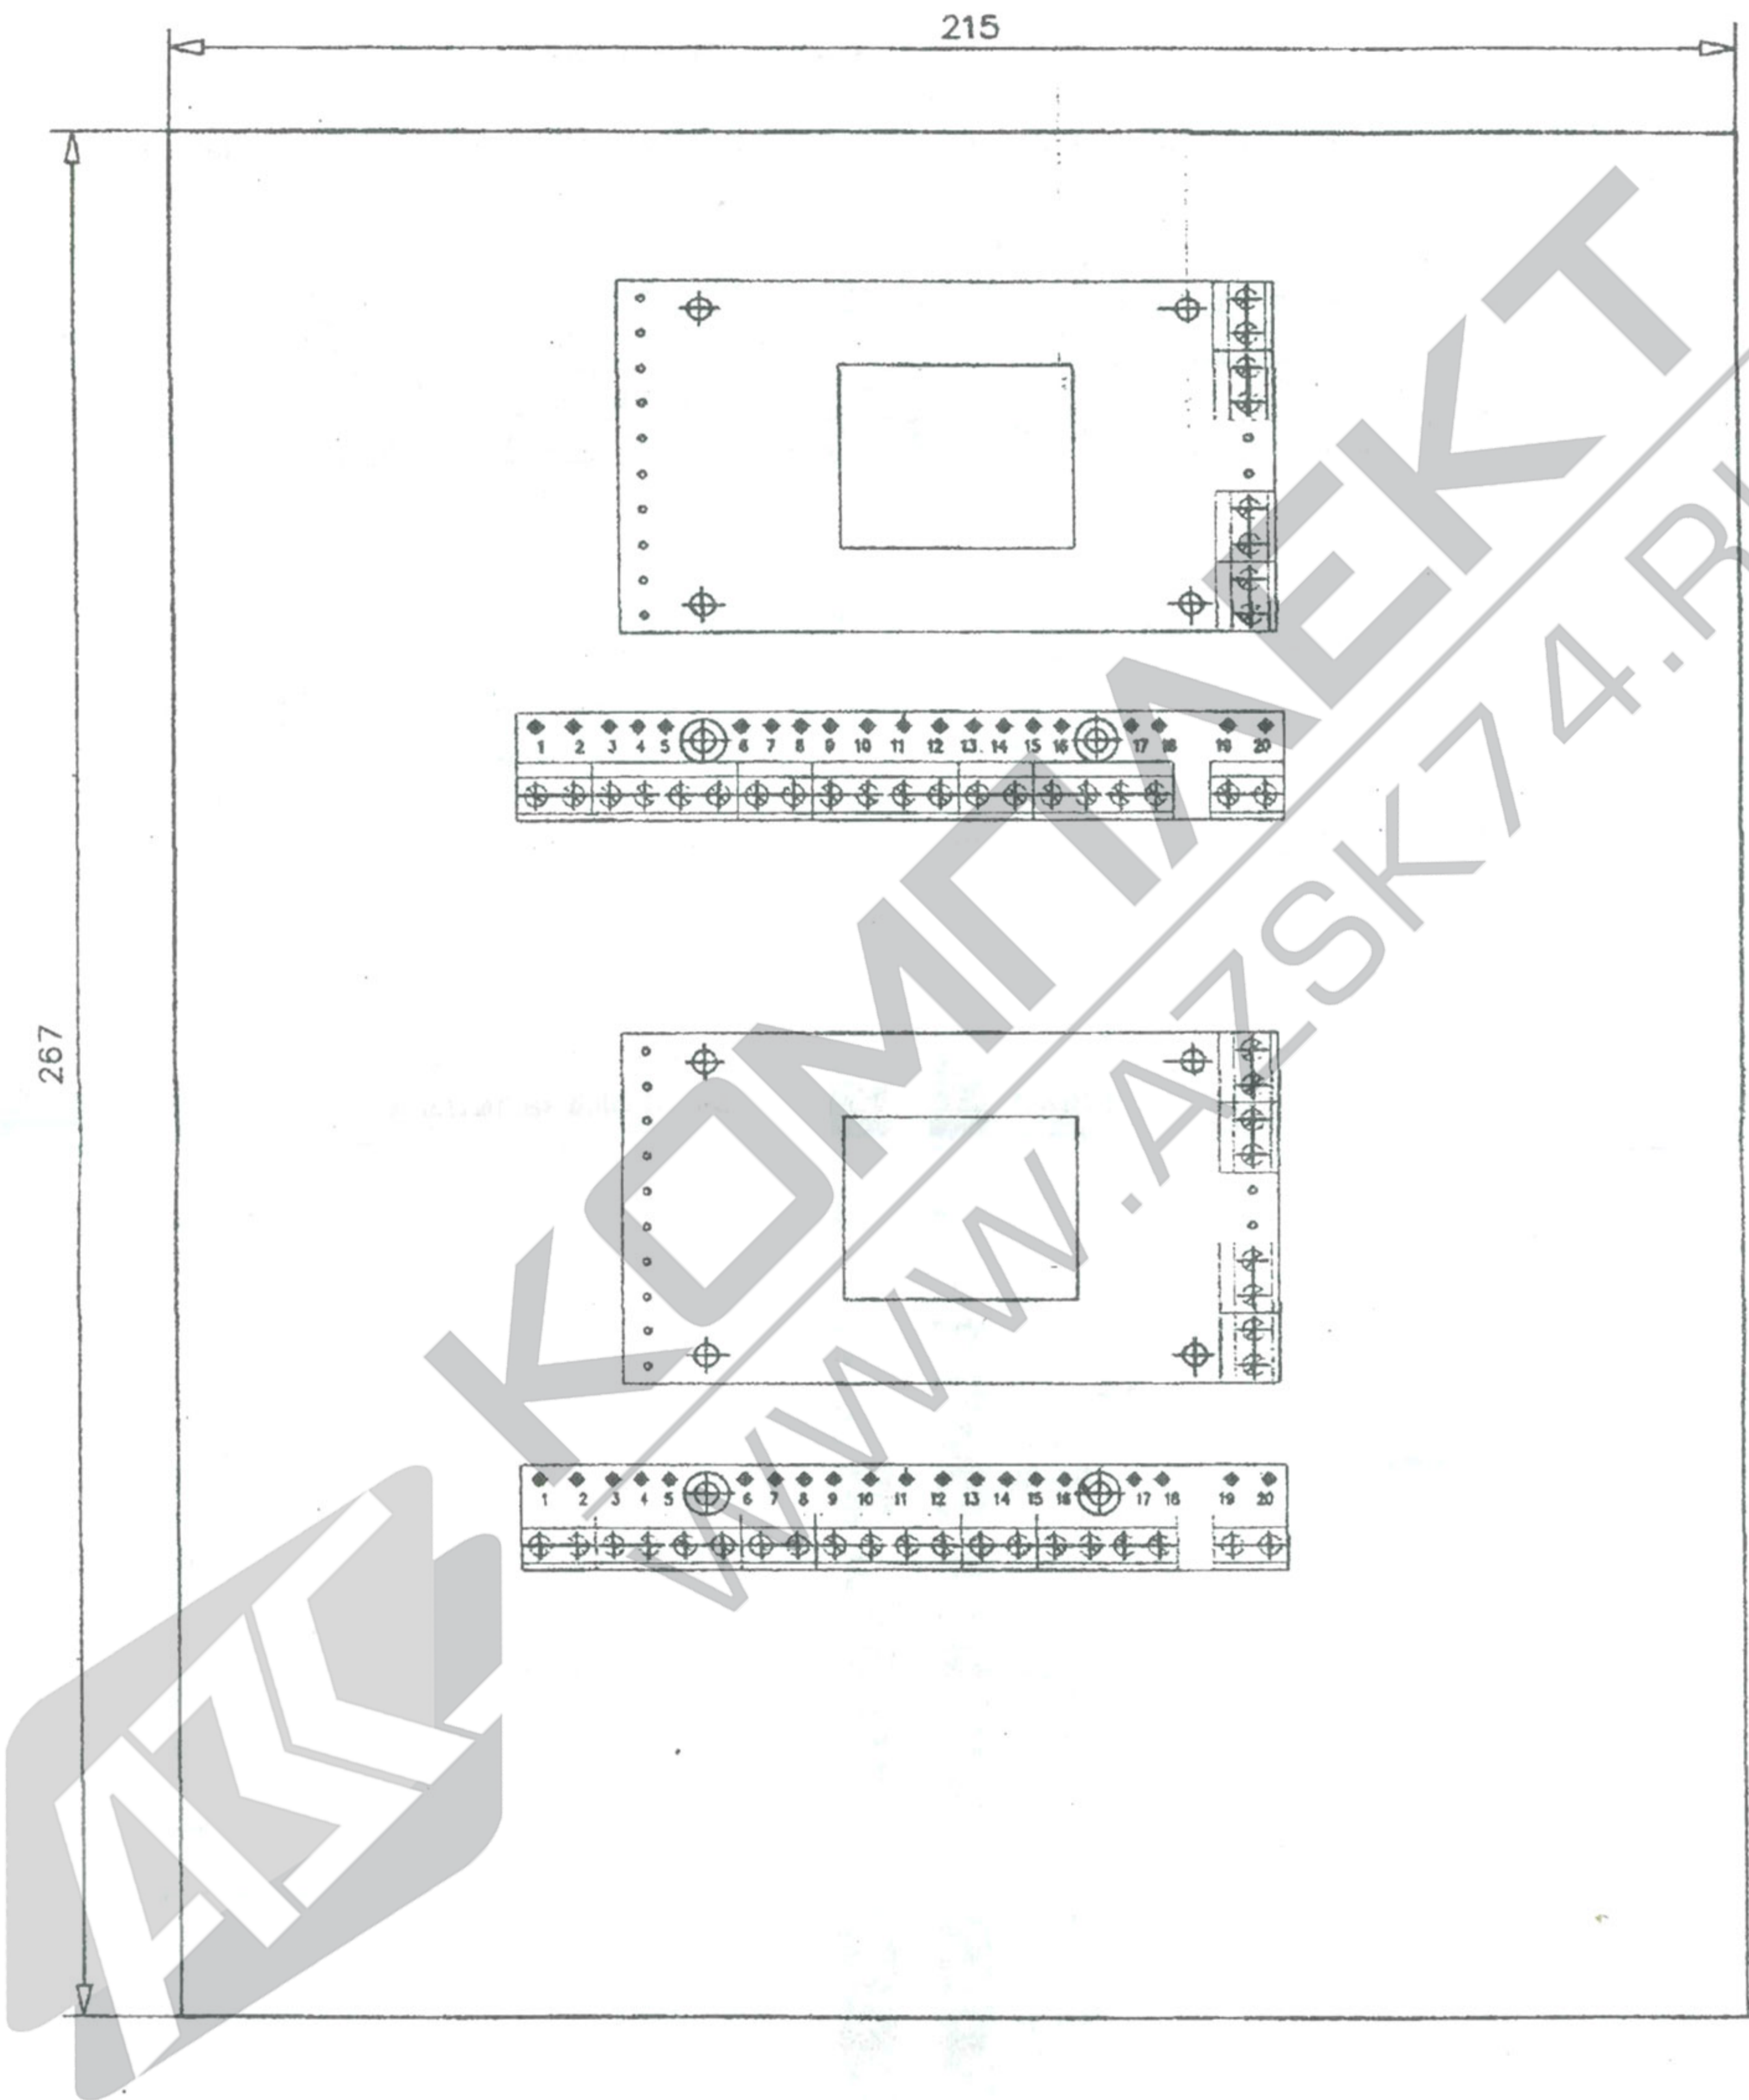

Рис. 8 Установочные размеры прибора
7.1. Закрепите прибор на стене (щите) через отверстия в нижней части корпуса (см. рис. 8). Рекомендуется: